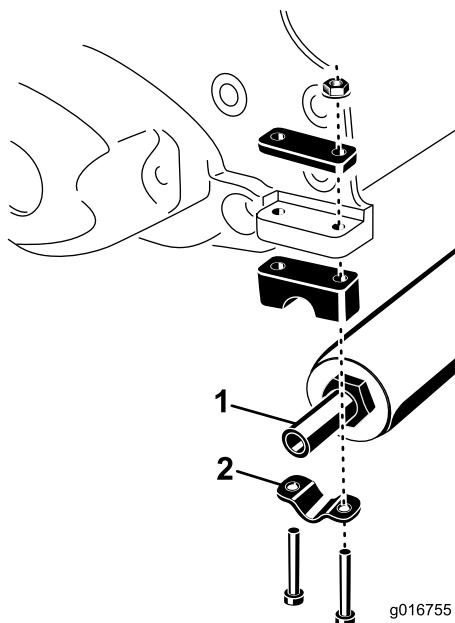

図 1
2. ローラクランプをカッティングユニットの左右の端部に固定しているキャップスクリュ (2本) とナットを外す (図 1)。ローラを取り外す。